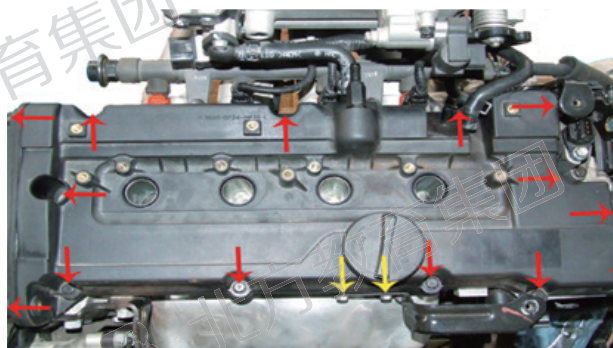

图 5
(5) 使用 10mm 套筒拆卸下图所指示的黄色固定螺栓。拆卸红色所指示的螺栓，并将气门室盖取出。如图 5 所示。